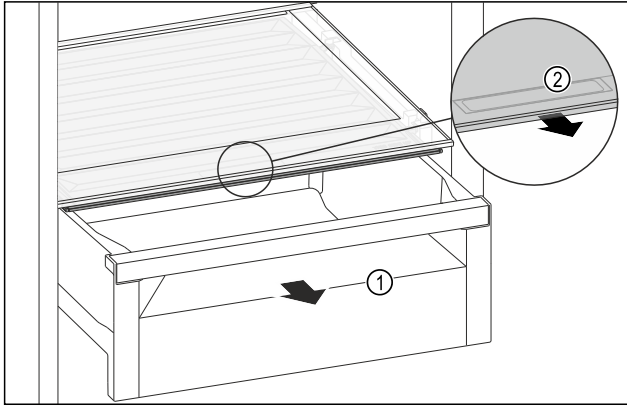

Fig. 96
- ▶ Schubfach Fig. 96 (1) herausziehen.
- ▶ Griffmulde Fig. 96 (2) am Fachdeckel anfassen und Fachdeckel gleichzeitig nach vorne ziehen.